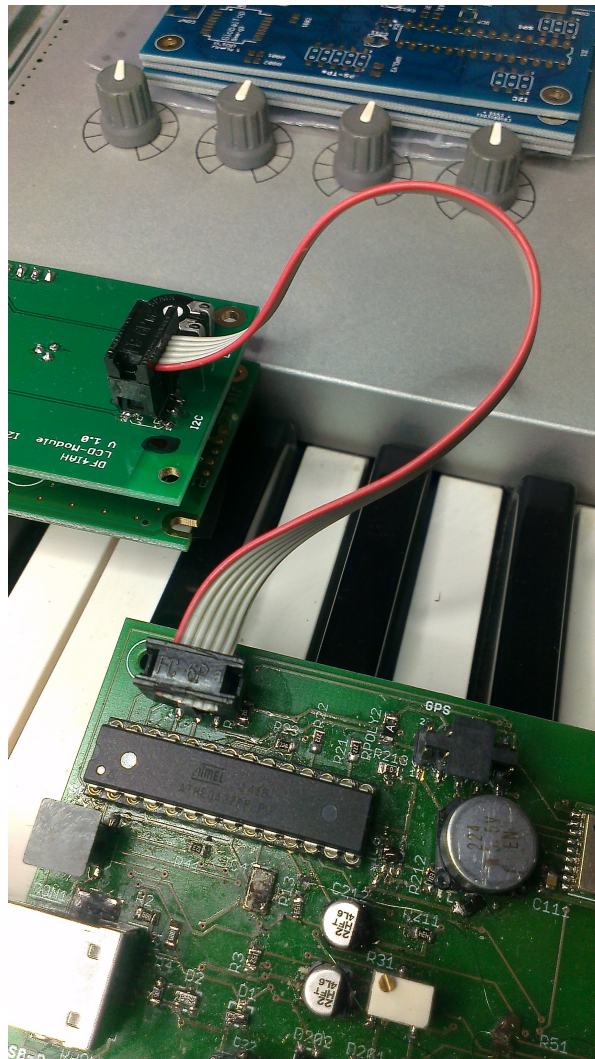

Fig. 3.— I²C-Kabelführung
- Wer ein 10 MHz-RefClk-Modul hat, kann wie auf Abbildung 3 dieses mit der Anzeige-Einheit verbinden. Wird nun der USB-Anschluss verbunden, so initialisiert der Prozessor die Display-Einheit. Dieser schaltet das Backlight an (wenn nicht bereits umkonfiguriert wurde) und begrüßt mit einem Initialisierungs-Schirm. Nun kann am Poti R141 eine Feineinstellung des Display-Kontrasts vorgenommen werden.